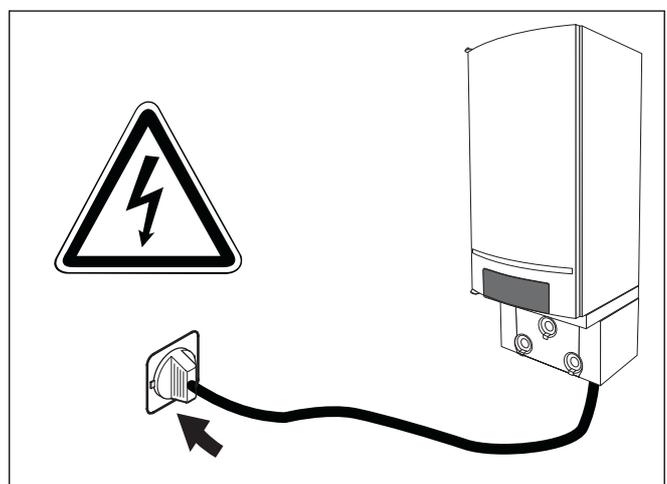

Fig. 36 Inserire la spina
- Inserire la spina di alimentazione nella presa Schuko (230 VAC/50 Hz) (fig. 36).